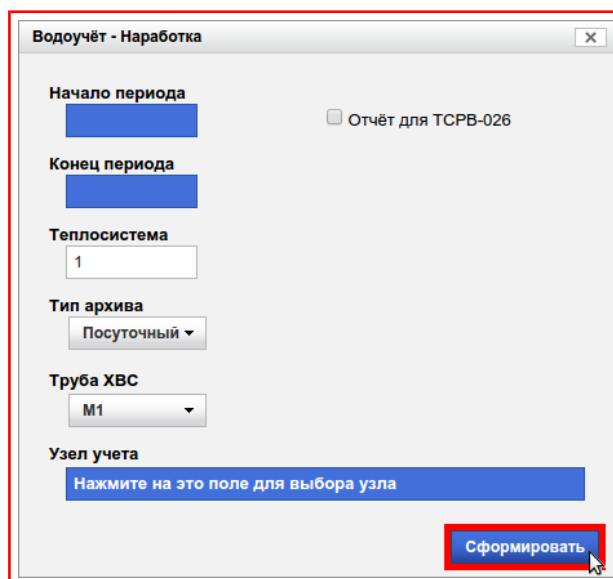

Рисунок 14.5 — Кнопка «Сформировать»
- 7) Нажать на кнопку **«Сформировать»**, рисунок 14.5.